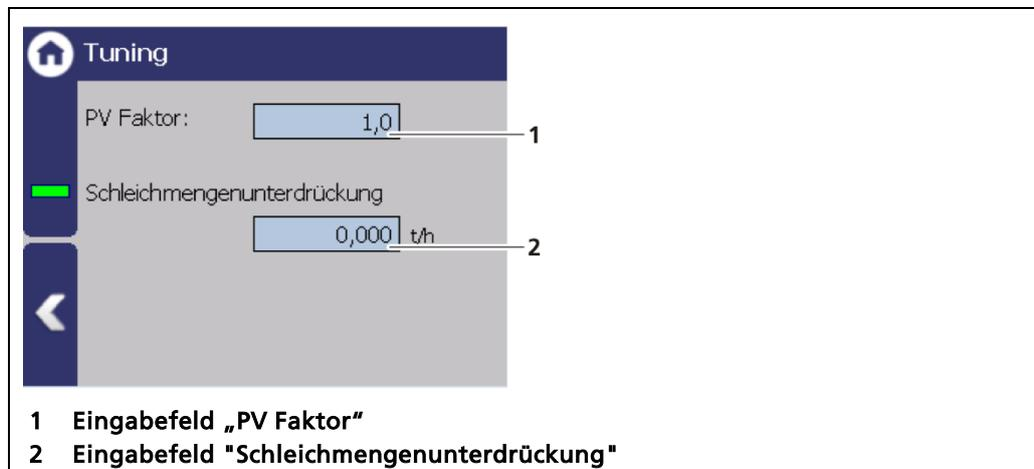

Abb. 100 Mess-Satz Untermenü „Tuning“
- ▶ Mess-Satz: Tuning (Abb. 100)